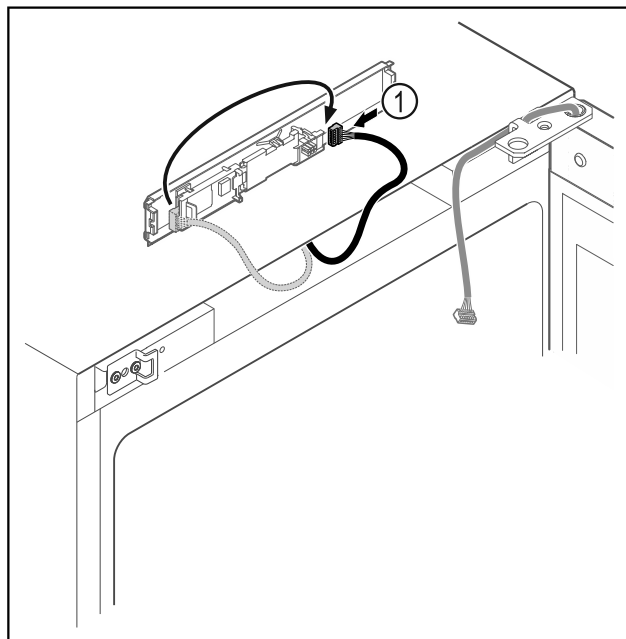

Fig. 20
- ▶ Vėl įkiškite kištuką į plokštę Fig. 20 (1).